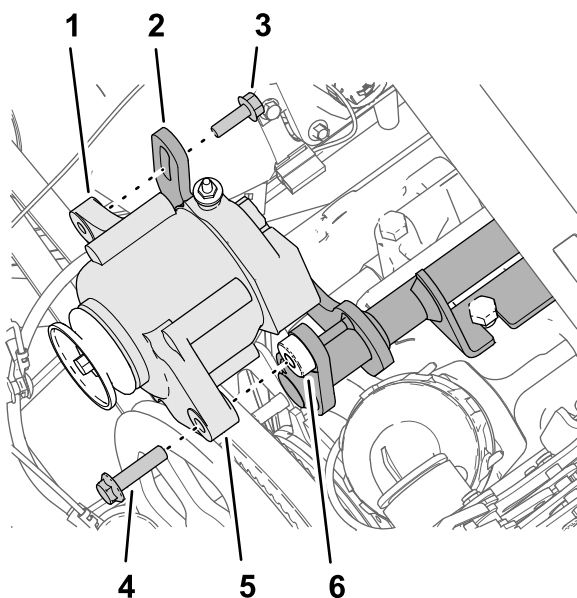

Рисунок 182
1. Установите генератор (60 А) на резьбовой прилив кронштейна генератора (Рисунок 182) с помощью болта с фланцевой головкой (3/8 x 1-1/2 дюйма).
- Установите резьбовой фланец генератора на фланец с пазом кронштейна генератора (Рисунок 182) с помощью болта с фланцевой головкой (8 x 25 мм).